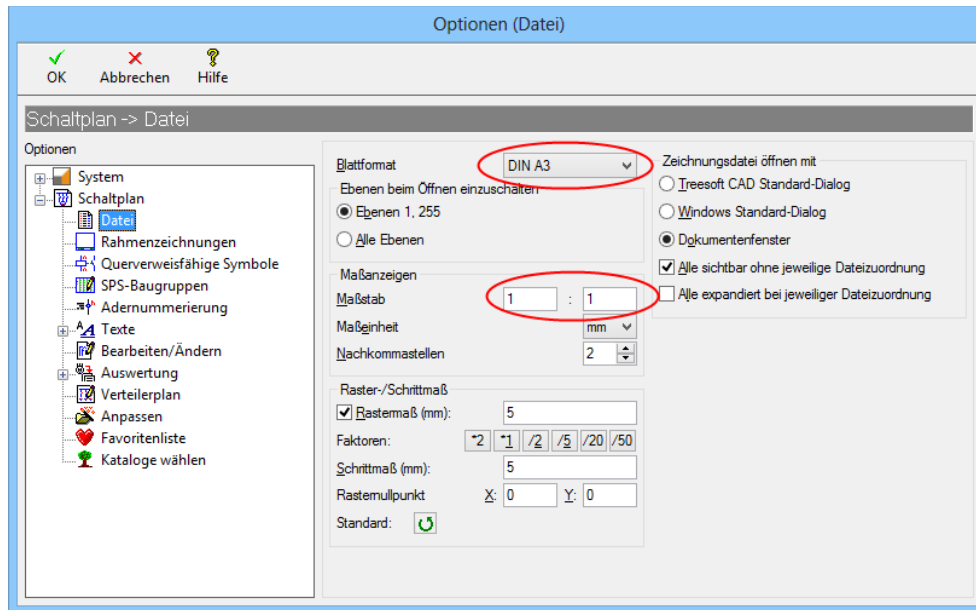

Abbildung 2.1: Optionen-Dialog
3. Wählen Sie im Menü **Extras** den Befehl **Optionen** und stellen unterhalb des Zweiges **Schaltplan > Datei** den **Maßstab 1:1** und das **Blattformat DIN A3** ein (siehe Abbildung 2.1: Optionen-Dialog).